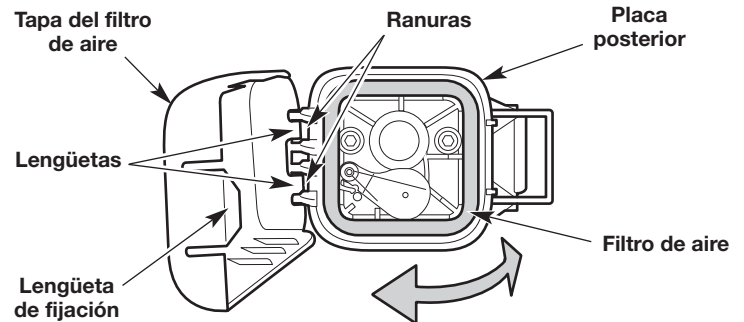

Fig. 17
1. Abra la cubierta del filtro de aire: oprima la lengüeta de fijación y gire la cubierta del filtro de aire hacia la izquierda (Fig. 17).
2. Extraiga el filtro de aire (Fig. 17).
6. Vuelva a instalar el filtro de aire (Fig. 17).
7. Cierre la cubierta del filtro de aire: inserte las lengüetas de la cubierta del filtro de aire en las ranuras de la placa posterior. Gire la cubierta del filtro de aire hacia la derecha y oprímala para cerrarla hasta que la lengüeta de fijación calza a presión en su lugar (Fig. 17).